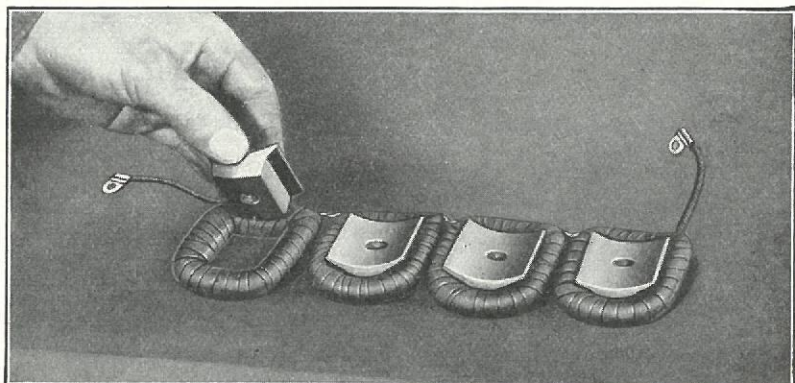

Fig. 464
- 921** Undersøg Magnetkærnerne for at se, om de er fri for Grater. Undersøg Isolationen paa Spolerne. Undersøg Kontakterne for at være sikker paa, at ingen Traade er knækkede og at alle loddede Forbindelser er i Orden, de kan repareres med Isolationsbaand. Hvis Spoler og Kontakter er i Orden, anbringes de fire Magnetkærner i Spolerne, som vist i Fig. 464.